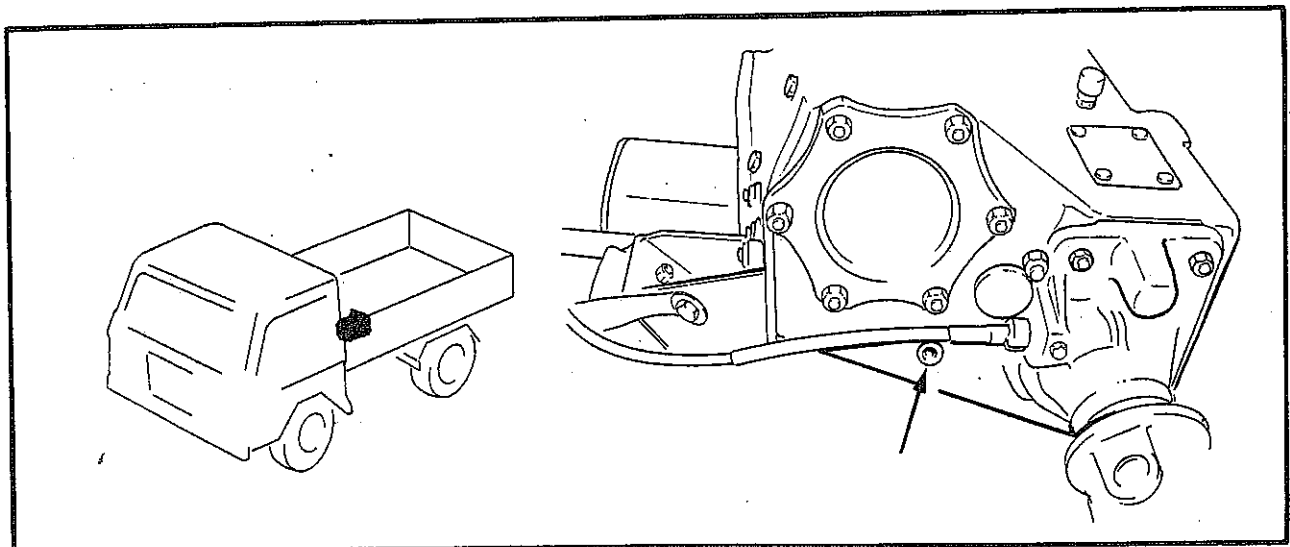

Fig. 2-8 Controllo livello olio gruppo ripartitore
2.8.2. Gruppo ripartitore (fig. 2-8)
2.8.2. GROUPE REPARTITEUR (fig. 2-8)